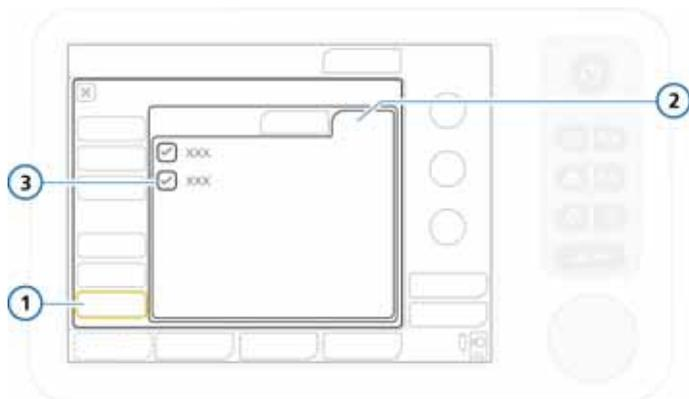

図 J-14. SpO2 オプションボードの有効化
1. コンフィグウィンドウを開いて [オプション] ボタンにタッチし、次に [HW options] タブにタッチします (図 J-14)。